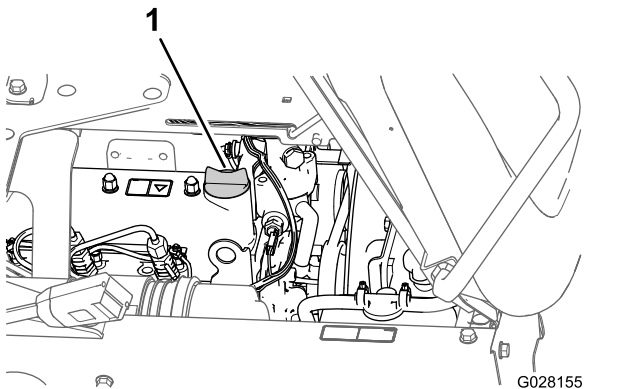

图 70
- 如果油位较低请从气门室盖上拆下加油颈盖然后将机油倒入加油颈使油位提高到量油尺上的“已满”标记图 70 处。